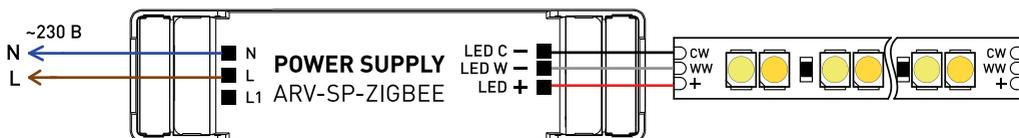

Рис. 2. Схема подключения двухканального источника питания
- 3.7. Подключите светодиодную нагрузку согласно схеме, поставяемой с этой нагрузкой, к выходным клеммам источника питания со стороны **OUTPUT**, строго соблюдая полярность: «общий +» на нагрузке — к «плюсовому» выходу источника (LED+), «холодный белый» — на нагрузке — к «минусовому холодному белому» выходу источника (CW-, «теплый белый» — на нагрузке — к «минусовому теплому белому» выходу источника (WW-) (пример подключения на рис. 2).